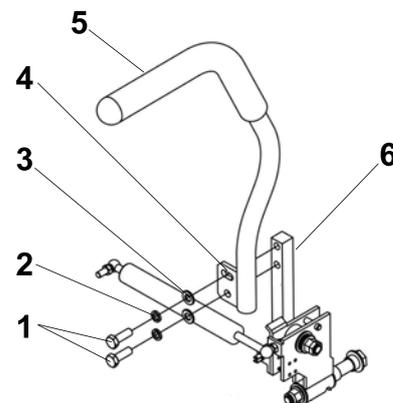

Рис. 20
2. Ослабьте нижний болт настолько, чтобы было возможно поворачивать рычаг управления вперед или назад (см. рисунок 20). Затяните оба болта, чтобы зафиксировать регулятор в новом положении.